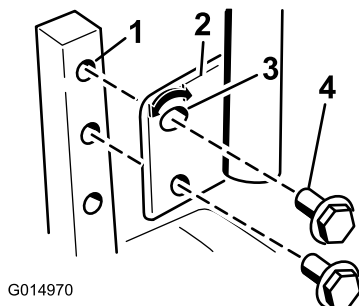

Figure 27
1. Retirez les 2 boulons qui fixent le levier de commande à l'arbre du bras de commande (Figure 27).
3. Fixez le levier avec les 2 boulons (Figure 27).
2. Desserrez le boulon inférieur jusqu'à ce qu'il soit possible de pivoter le levier de commande en avant ou en arrière (Figure 27). Serrez les deux boulons pour fixer la commande à sa nouvelle position.